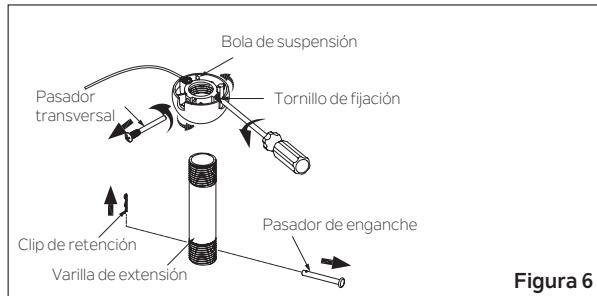

Figura 6
Paso 2. Retire el clip de retención y el pasador de enganche del conjunto de varilla de extensión. Retire la bola de suspensión del conjunto de varilla de extensión aflojando el tornillo de fijación de la bola de suspensión (no lo retire), desatornillando y quitando el pasador transversal y desatornillando la bola de suspensión (en sentido contrario a las manecillas del reloj) de la varilla. **(Figura 6)**